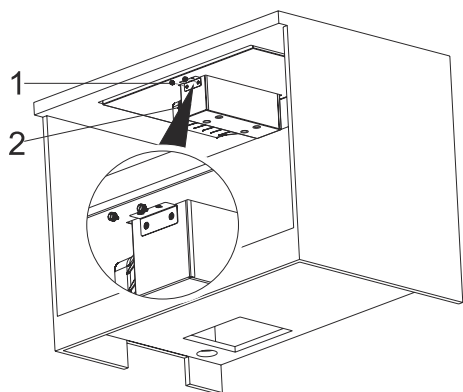

Abb. 10
6. Die Haubenbox an den kurzen Seiten mit den Plastikkopfschrauben am Kochfeld festschrauben (Abb. 10).